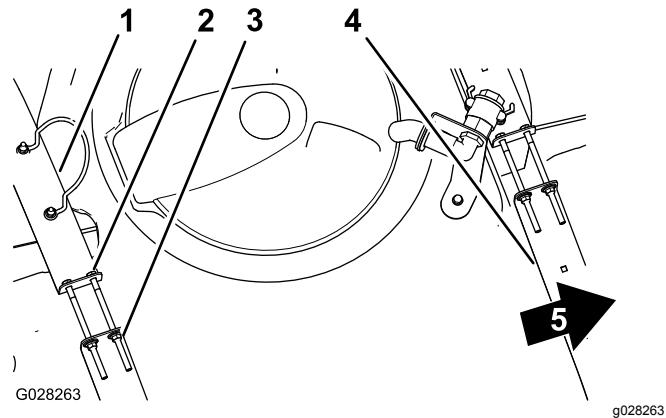

Figura 68
2. Verificate l'eventuale presenza di movimento tra le fasce del serbatoio e il serbatoio stesso (Figura 68).
3. Se le fasce risultano lente sul serbatoio, stringete i dadi di bloccaggio flangiati e i bulloni sulla parte superiore delle fasce fino a quando queste non sono pari alla superficie del serbatoio (Figura 68).